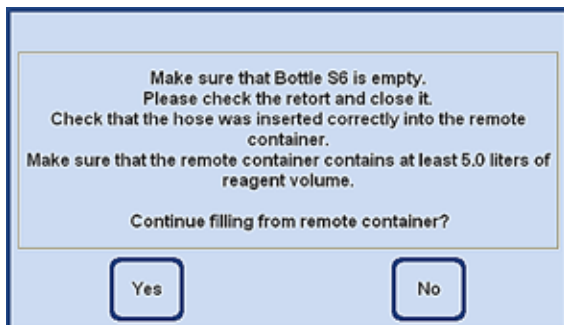

Bild 170
- När allt är klart, tryck på **YES** (ja) för att starta påfyllningen (bild 170).